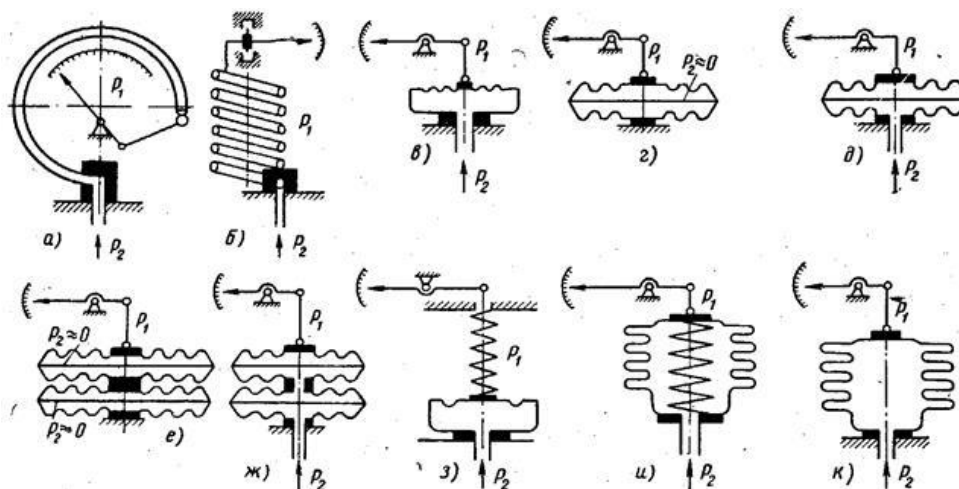

Рис. 3. Типы пружинных устройств
1. приборы с трубчатой пружиной, или собственно пружинные (рис. 3а,б);
2. мембранные приборы, у которых упругим элементом служит мембрана (рис. 3в), анероидная или мембранная коробка (рис. 3г,д), блок анероидных или мембранных коробок (рис. 3е,ж);
3. пружинно-мембранные с гибкой мембраной (рис. 3з);
4. приборы с упругой гармониковой мембраной (сильфоном) (рис. 3к);
5. пружинно-сильфонные (рис. 3и).